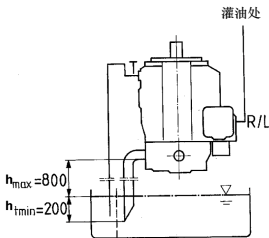

图2
b) 如油箱的最低液面低于泵的法兰面：《R/L》口，《T》口和及可能包括《S》口必须用管道连接，如图2所示。此情况和1.2中所述的相同。